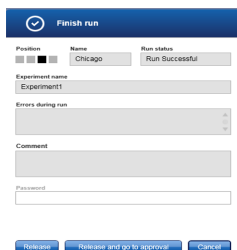

Figure 15. Boîte de dialogue « Finish Run ».
14. Pour consulter les informations relatives à la série et les résultats de l'analyse IDH1, cliquez sur **Release and go to approval** (Valider et soumettre à l'approbation) (Figure 15). Cette opération libère également l'instrument Rotor-Gene Q MDx 5plex HRM, qui est alors prêt pour la série suivante.